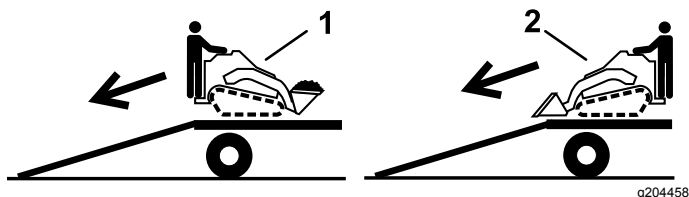

Figure 21
2. Placez toujours l'extrémité la plus lourde de la machine en haut de la rampe, la charge en bas, pour la descendre de la remorque (Figure 21).